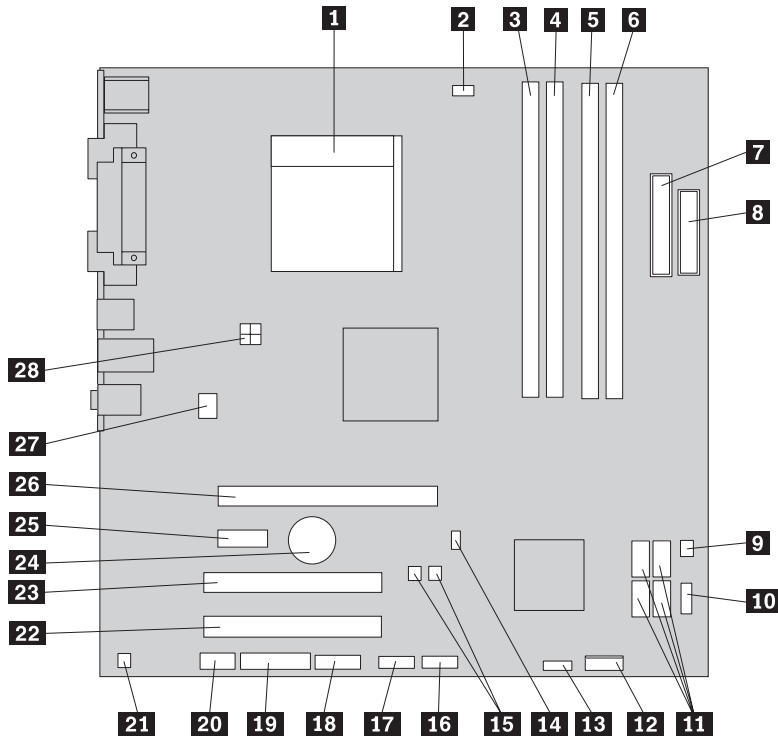

Figura 4. Ubicaciones de las piezas de la placa del sistema
La Figura 4 muestra las ubicaciones de las piezas en la placa del sistema.
4. Localice los conectores de memoria. Consulte la Figura 4 en la página 8.